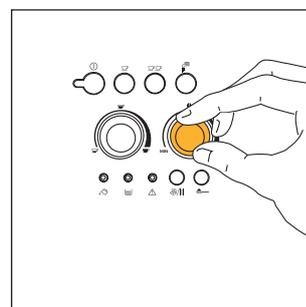
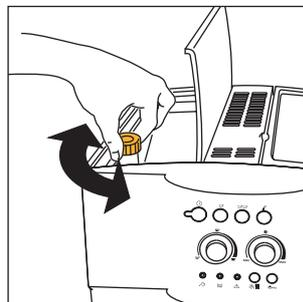

Fig.7
Fig. 17
- 2) Regule el mando derecho (fig.7) para configurar el gusto deseado del café. Cuanto más lo gire hacia la derecha, mayor será la cantidad de granos de café que la máquina molerá y, por consiguiente, el gusto del café será más fuerte. La primera vez que se use la cafetera habrá que hacer varios cafés hasta encontrar la posición correcta del mando. Procure no girar totalmente hacia la derecha el mando porque el café podría salir muy lentamente (a gotas), especialmente cuando se desean servir dos tazas de café.
**NOTA 1 :** si el café sale en gotas o no sale, hay que girar el regulador del molido (fig. 17) una posición hacia la derecha (véase § 6). Proceda moviéndolo a una posición por vez hasta obtener una erogación satisfactoria.
**NOTA 2:** si el café sale muy rápido y la crema no le satisface, gire un poco el regulador derecho (fig. 7) hacia la derecha. Haga varios cafés para determinar la posición correcta del regulador. No gire mucho hacia la derecha porque el café podría salir muy lentamente (a gotas), especialmente cuando se desean hacer dos tazas de café. Si después de algunos cafés no obtiene una crema que le satisfaga, gire también el regulador del molido (fig.17) una posición hacia la izquierda (véase § 6).
Para resolver este inconveniente es necesario regular el molido del molinillo girando el regulador (fig.17) una posición hacia la izquierda (tal como descrito en el cap. 6).
De todas maneras, después de haber hecho los primeros cafés, si la erogación fuera muy rápida o muy lenta (a gotas) es necesario corregirla con el regulador del grado de molido (fig. 17). Girando el regulador una posición hacia la derecha (igual a una cifra), el café sale más rápidamente (sin gotas).